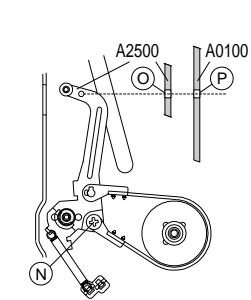

Fig. 17
- Bremsbandjustageschraube (N) (Fig. 17) so einstellen, dass das Loch (O) des Bandzugfühlers (Pos. A2500) über dem Loch (P) des Laufwerkträgers ist.